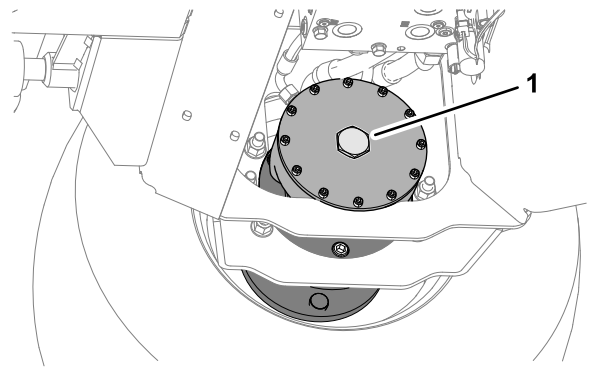

Bild 49
6. Verstauen Sie die beiden Schrauben, (12 x 40 mm) und Beilagscheiben (12 mm) in den Stützschiene der Plattform (Bild 49).
2. Montieren Sie die Sechskantschraube an die Motorendplatte (Bild 49).